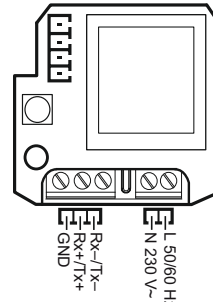

Fig. 7
- для моделей 230В см. Рис.7
- for the 230 Vac models see Fig. 7.